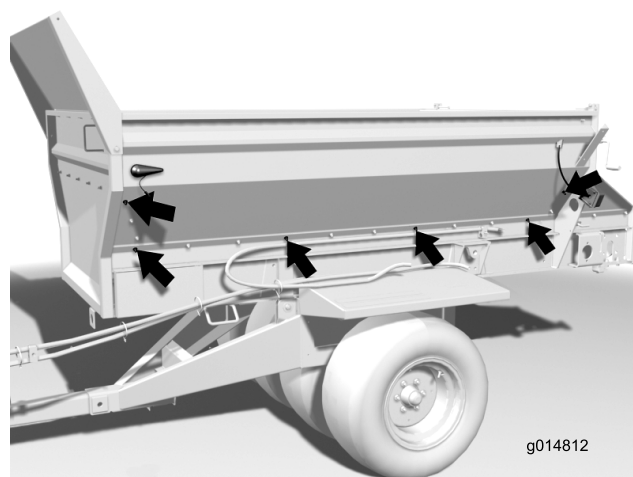

Figura 6
1. Luzes traseiras (2)
8. Remova as (6) porcas de cada lado da tremonha como se mostra em Figura 6.